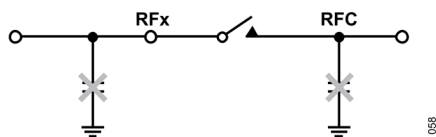

図 83. 大きなコンデンサを直接スイッチに接続することは避けます
- ▶ 容量性の終端を直接スイッチに接続することは避けてください (図 83 参照)。シャント・コンデンサに電荷が保存されると、スイッチのオープン時またはクローズ時にホット・スイッチング・イベントが発生し、スイッチの寿命に影響を与えることがあります。